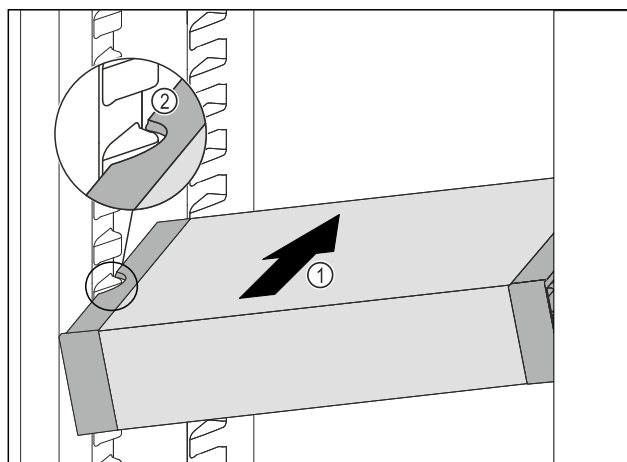

Fig. 102
- ▶ Skyv VarioSafe skrått inn i kjøleskapsdelen Fig. 102 (1), til utsparingene på sidene av Fig. 102 (2) VarioSafeser på nivå med rillene i kjøleskapet.